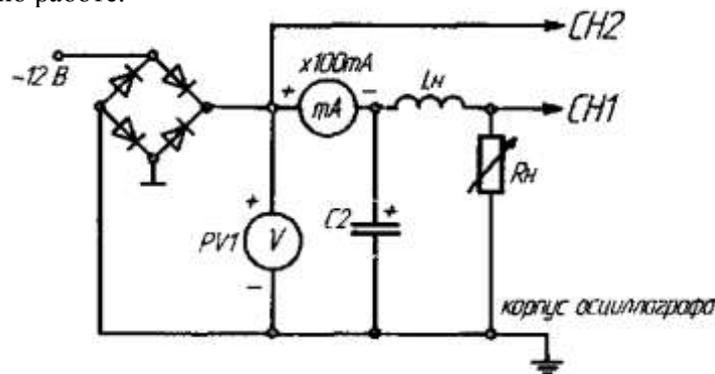

Рис. 4
- 1) Собрать схему по рис. 4. Установить заданное значение тока нагрузки  $R_n$ . В качестве вольтметра использовать PV1. Подключить входы осциллографа;